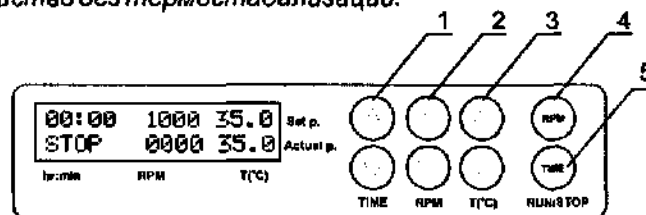

Рис.1
5.3 С помощью соответствующих кнопок « » и « » (рис. 1/1) установите необходимый интервал времени в часах и минутах (шаг – 1 мин). Если кнопка удерживается нажатой длительное время, шаг смены значений увеличивается.
- 5.4 С помощью соответствующих кнопок «» и «» (рис. 1/2) установите необходимое количество оборотов в минуту (шаг – 10 об./мин). Если кнопка удерживается нажатой длительное время, шаг смены значений увеличивается.
- 5.5 С помощью соответствующих кнопок «» и «» (рис. 1/3) установите необходимую температуру (шаг – 0.1 °C). Если кнопка удерживается нажатой длительное время, шаг смены значений увеличивается.
- 5.7 Нажать кнопку **RPM-RUN/STOP** (рис.1/4). При этом начинается движение платформы, и таймер начнет отсчет установленного интервала времени (с точностью до 1 мин).
- 5.10 При необходимости можно перезапустить таймер во время его работы. Для этого дважды нажмите кнопку **TIME RUN/STOP** (рис. 1/5) (первый раз для остановки таймера, второй - для повторного запуска).
По истечении заданного интервала времени, вращение платформы прекращается автоматически, но нагрев можно прекратить, только сокращая температуру кнопкой **T,°C « »** (рис. 1/3 – нижняя кнопка) до появления индикации **OFF** в верхней части дисплея.